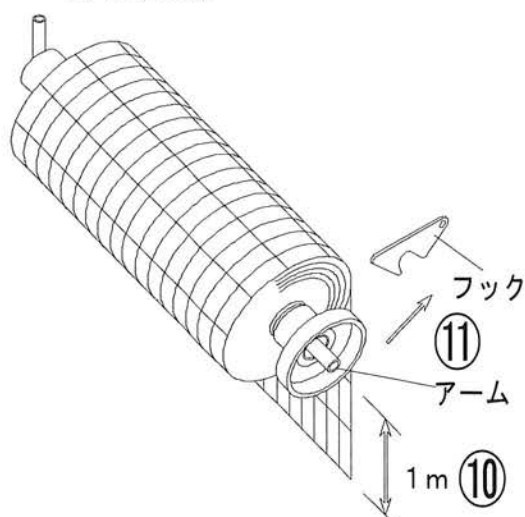

図2 (1mネットセット図)
7. ネットを図2のように1m程度引き出す⑩。
8. アームを戻し⑪、フックで固定する。